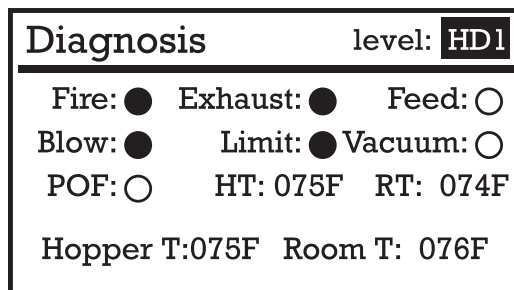

Figure 29
2. À l'aide de la touche de **DÉFILEMENT BAS**, aller à l'option 5 : « **DIAGNOSIS** » (diagnostic). Appuyer sur **ENTRÉE**. Le menu **DIAGNOSIS** s'affiche. **VOIR FIGURE 29.**